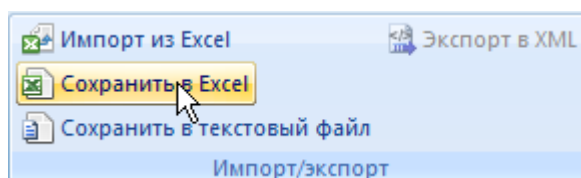

Рис. 12-82 – Панель «Импорт/экспорт»
- 3) Нажать кнопку «Сохранить в Excel» панели «Импорт/Экспорт» (рис. 12-82).